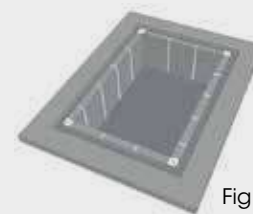

Fig. 3
- 4 Bajaremos líneas verticales por las paredes marcándolas con un cordel coloreado (azulete o similar). Fig. 3